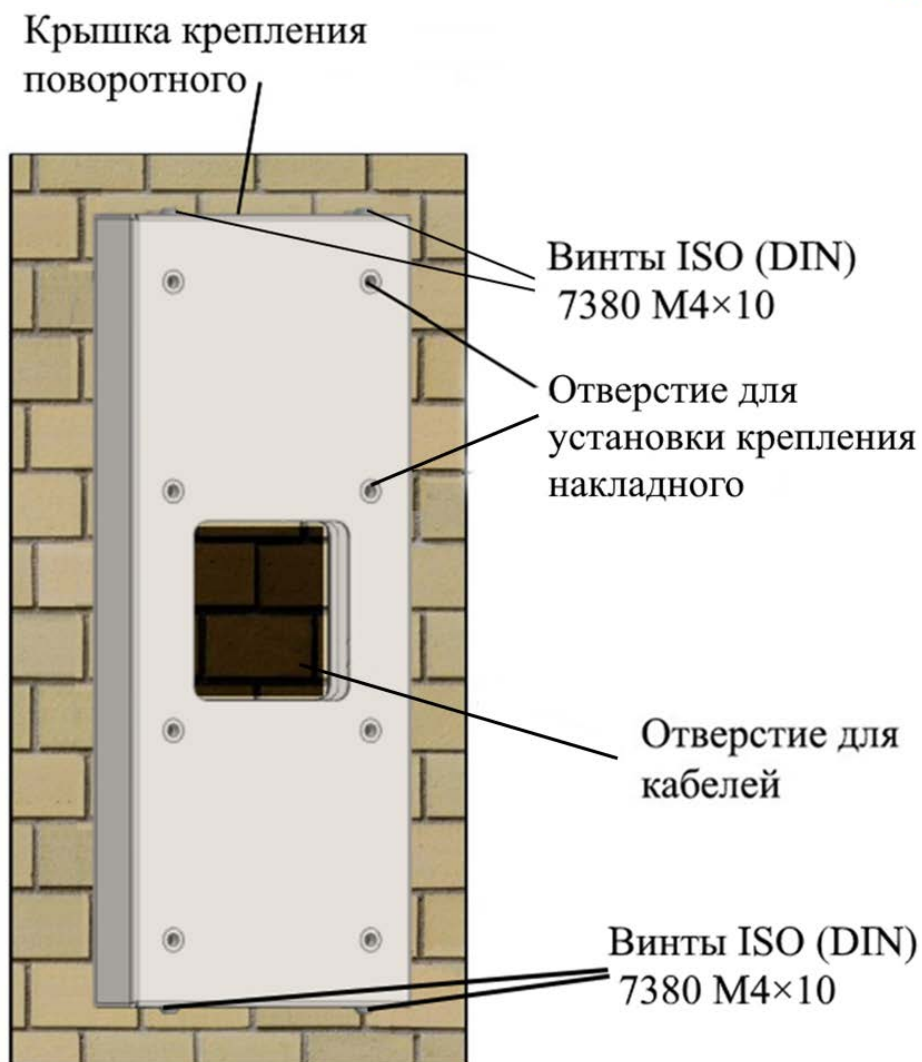

Рисунок 5 – Размещение крышки крепления
2.2.5. Надеть на основание крепления крышку крепления и закрутить винты ISO (DIN) 7380 M4×10 (рисунок 5).